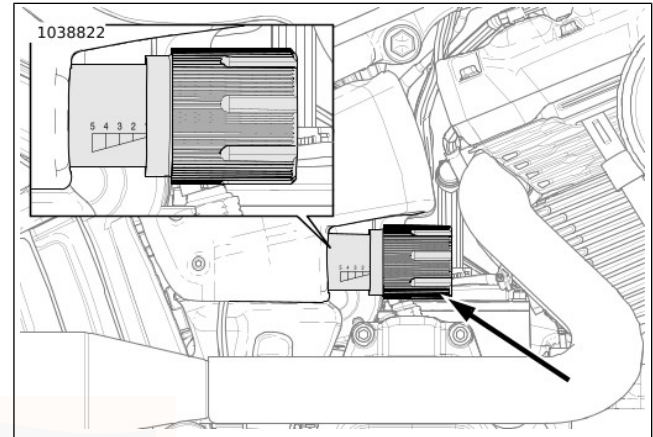

Abbildung 10. Vorspannungseinstellknopf
- b. Die Zunge des HAKENSCHLÜSSEL-SATZ (TEILE-NR.: 14900102) in die Schlitze am hinteren Stoßdämpfer einführen, und die Nockenwelle drehen, bis die korrekte Vorspannung (2) angezeigt (1) wird.
2. **Außen liegende Hydraulik:** Siehe Abbildung 10.